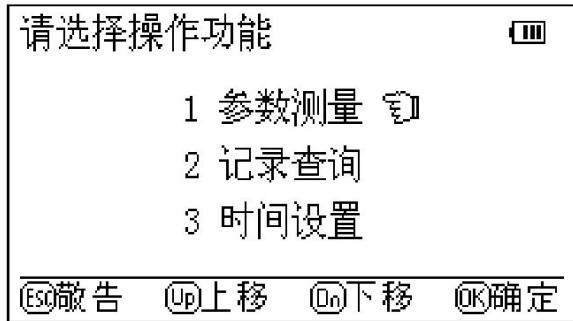

图 2
4. 2 此时按 OK 键，出现如图 2 功能选择窗口。可根据屏幕下方的按键功能提示进行操作。在图 1 或图 2 的界面下按 ESC 键，